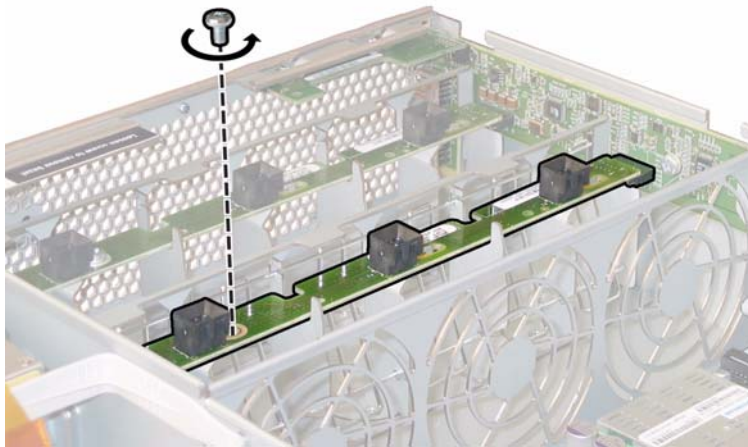

ABBILDUNG 4-23 Lösen der Halteschraube der Lüfteranschlussplatine
- a. Lösen Sie die einzelne Schraube, mit der die Lüfteranschlussplatine am Gehäuse befestigt ist. Siehe ABBILDUNG 4-23.**